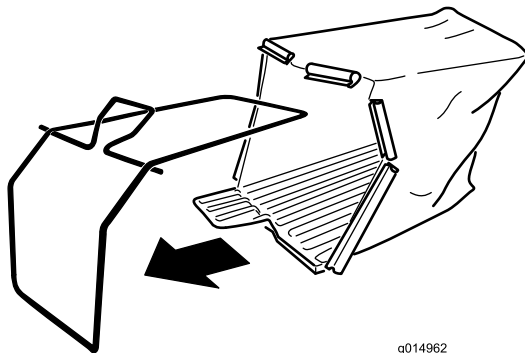

Bild 5
1. Schieben Sie den Grasfangkorb auf den Drahtrahmen, wie in Bild 5 dargestellt.